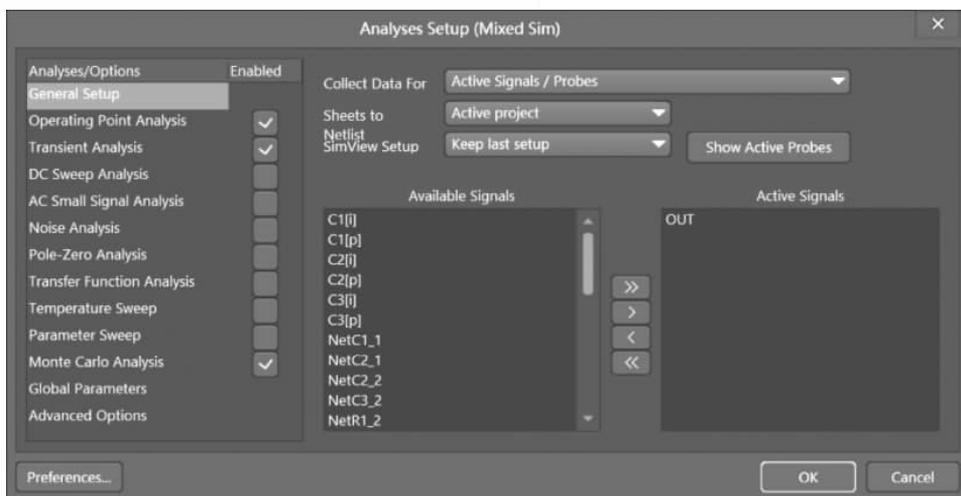

图 3-83 设置仿真参数界面 1
- (1) 在 AD 主界面主菜单下选择 Design→Simulate→Mixed Sim。
- (2) 打开如图 3-83 所示的 Analyses Setup(分析设置)界面。按下面参数设置：